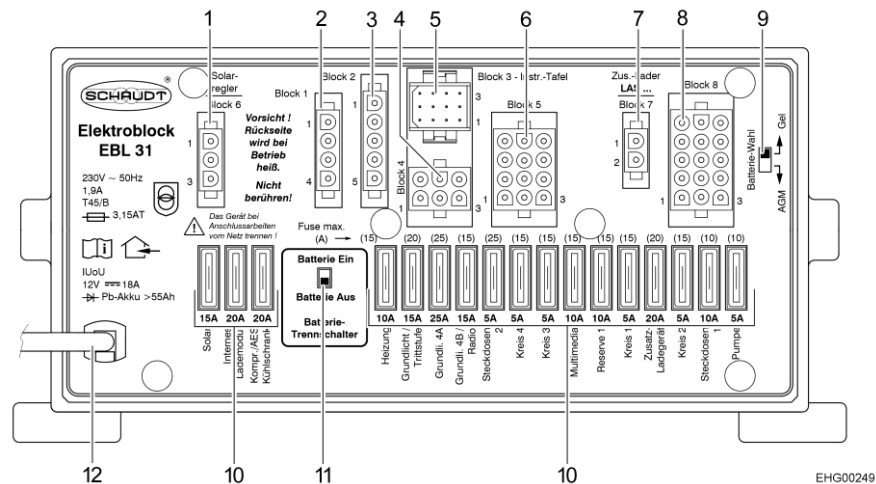

Fig. 114 Bloc électrique (EBL 31)
- ▷ Afin de couper l'alimentation électrique de **tous** les consommateurs électriques 12 V, et pour éviter toute décharge de la batterie de cellule, placer l'interrupteur-séparateur de batterie (Fig. 114,11) sur "Batterie Aus" (batterie Arrêt) sur le bloc électrique.
- ▷ Les consommateurs tels que le bloc électrique lui-même, le panneau de contrôle, le chauffage, le régulateur de charge solaire (s'il y en a un) et d'autres appareils consomment un faible courant de veille et déchargent à la longue la batterie de cellule. C'est pourquoi il faut mettre l'interrupteur-séparateur de batterie (Fig. 114,11) du bloc électrique sur "Batterie Aus" (batterie Arrêt) lorsque le véhicule n'est plus utilisé pendant une longue période.
Le régulateur de charge solaire reste en fonction. Pour désactiver le régulateur de charge solaire, le fusible correspondant (Fig. 114,10 "Solar") doit être débranché.